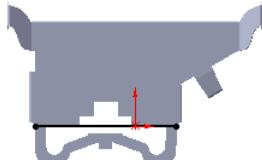
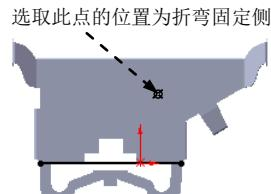

图 6.58 绘制的折弯线
图 6.59 折弯固定侧的位置
② 定义折弯线草图。在草图环境中绘制图 6.58 所示的折弯线。
③ 选择下拉菜单 **插入(I)** → **退出草图** 命令，退出草图环境，此时系统弹出“绘制的折弯”对话框。
④ 定义折弯固定侧。在图 6.59 所示的位置处单击，确定折弯固定侧。
⑤ 在**折弯参数(P)**区域的**文本框**中输入折弯角度 90.0，在**折弯位置:**区域中单击“折弯在外”按钮，在**文本框**中输入圆角半径值 0.4。
⑥ 单击**完成**按钮，完成绘制的折弯 5 的创建。